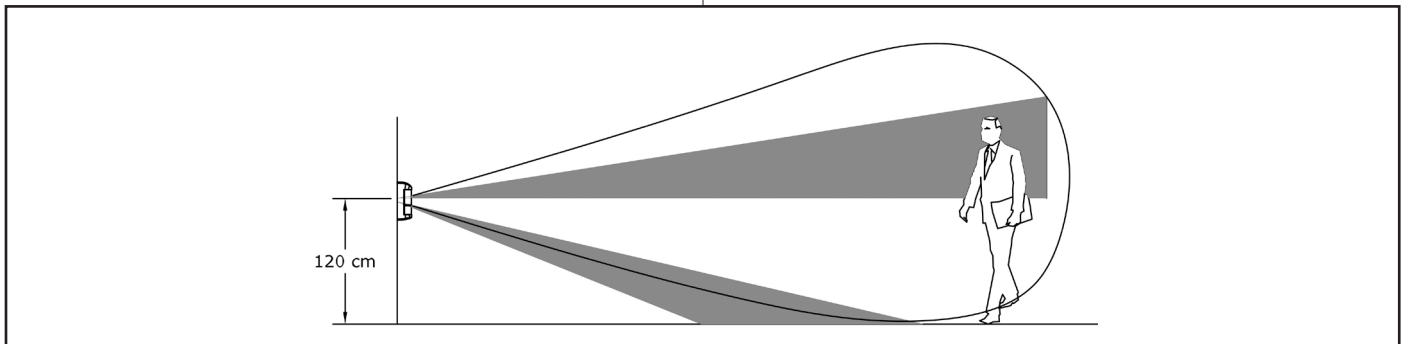

Fig. 22
**Attenzione:** le illustrazioni fanno riferimento alla modalità di funzionamento in triplo AND, se si decide di utilizzare impostazioni diverse (vedere par. 2.4.3, DIP Switch 3 e 4 in ON) si hanno allarmi anche negli esempi in fig. 22 e 23.
**Warning:** the examples are referred to the triple AND set up. In case of different set up (see para. 2.4.3, DIP Switches 3 and 4 in ON position) alarms are enabled also in the previous examples (see fig. 22 and 23).